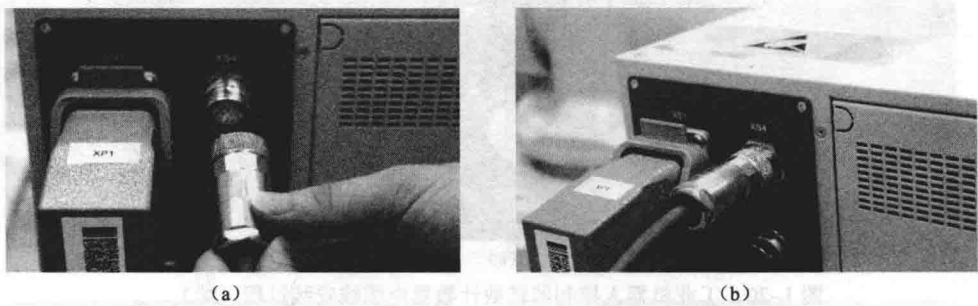

图 1-24 工业机器人控制器安装 Flex Pendant 编程单元端口
(4) 安装 Flex Pendant 编程单元及放置位置，如图 1-24 和图 1-25 所示。